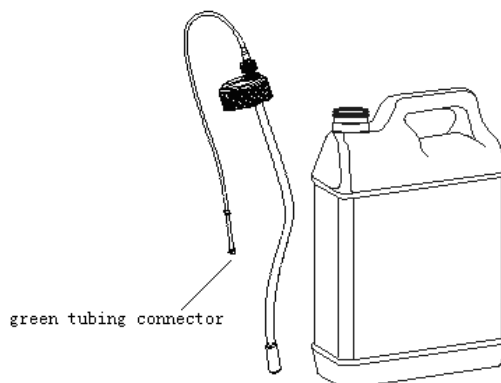

Abbildung 4-1 Behälter mit Verdünnungslösung
1. Entnehmen Sie den Ansaugschlauch für die Verdünnungslösung (der Schlauch mit dem grünen Verbindungsstück) aus dem Karton mit Zubehör (Abbildung 4-1) ;